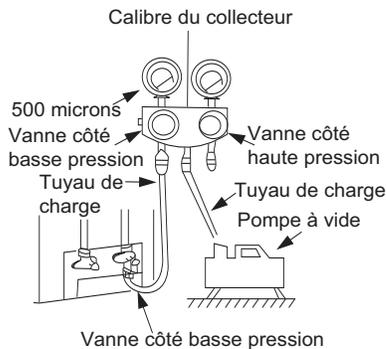

Fig. 19 – Collecteur
3. Ouvrez complètement le côté basse pression du manomètre du collecteur. (Consultez la fig. 19.)